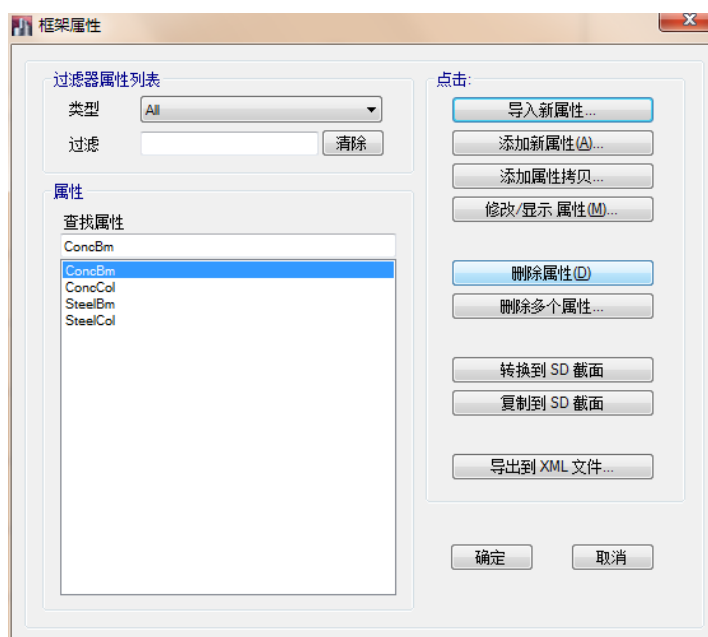

图 5-8: 框架属性对话框
1. 点击定义菜单>截面属性>框架截面命令，将显示如图 5-8 所示的框架属性对话框。前节介绍了如何导入框架属性到属性列表中。